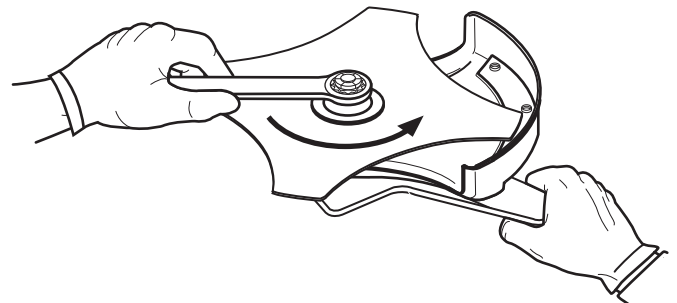

Fig. 17
7. Ajuste la tuerca en sentido contrario a las agujas del reloj con una llave de tuercas (Fig. 17):